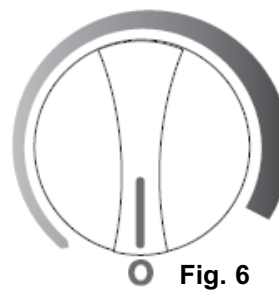

Fig. 6
- Para apagar el congelador (ninguna enfriamiento), gire la perilla de control a las "0" (apagado) posiciones. Vea Fig.6.